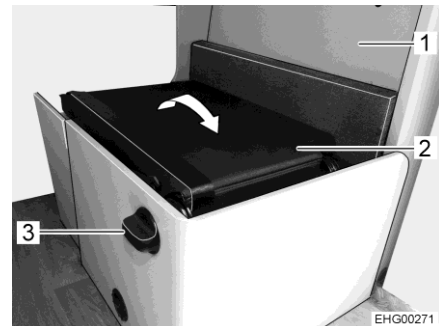

Fig. 11 Apertura del sedile aggiuntivo
- Aprire il coperchio del divano (Fig. 11,1).
- Girare e trattenere la maniglia (Fig. 11,3) per sbloccare lo schienale.
- Aprire lo schienale (Fig. 11,2).
- Fissare il cuscino dello schienale (Fig. 12,2) allo schienale (Fig. 11,2) con la cinghia di fissaggio. Prestare attenzione che la cintura di sicurezza del sedile aggiuntivo non rimanga impigliata.
- Posizionare il cuscino piccolo del divano (Fig. 12,3) sul piano di seduta in modo che la linguetta di fissaggio sia rivolta verso lo schienale (Fig. 11,2).